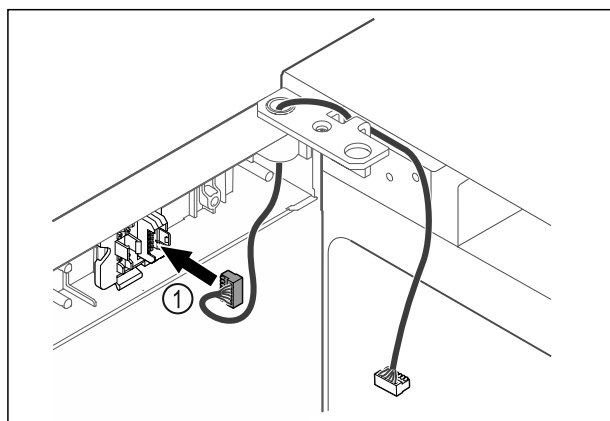

Fig. 45
- Zasuňte zástrčku Fig. 45 (1) do držáku zástrčky.